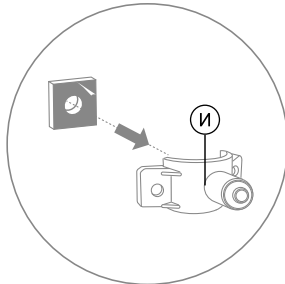

Рис. 24
- приклейте прокладку (И) (рис. 24) с внутренней стороны хомута, одновременно совмещая отверстие в прокладке с отверстием в штуцере хомута;